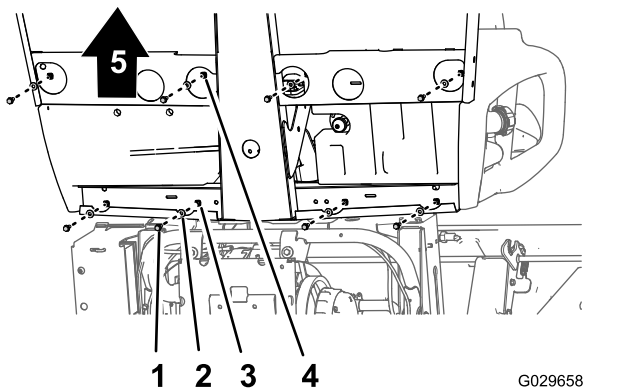
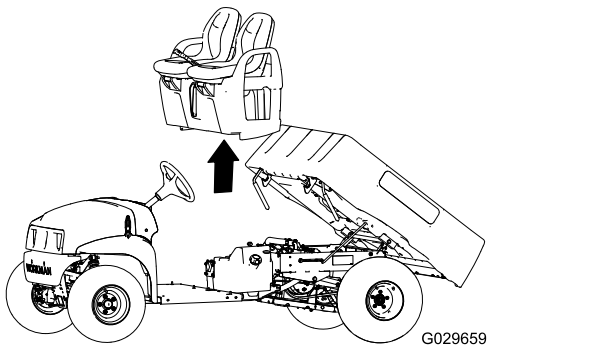

Bild 47
Bild 48
1. Entfernen Sie an der Unterseite der Maschine die acht Bundkopfschrauben und acht Scheiben, mit denen das Sitzunterteil an der Bodenplatte und dem hinteren Kabinenkanal befestigt ist (Bild 47).
- Nehmen Sie die Sitze, das Sitzunterteil und die Feststellbremszüge von der Maschine ab (Bild 47).
1. Setzen Sie die Sitze und das Sitzunterteil auf die Maschine und fluchten Sie die Bremszüge mit dem Chassis aus (Bild 47 und Bild 48).
2. Fluchten Sie die Löcher im Sitzunterteil mit den Löchern in der Bodenplatte und dem hinteren Kabinenkanal aus (Bild 47 und Bild 48).